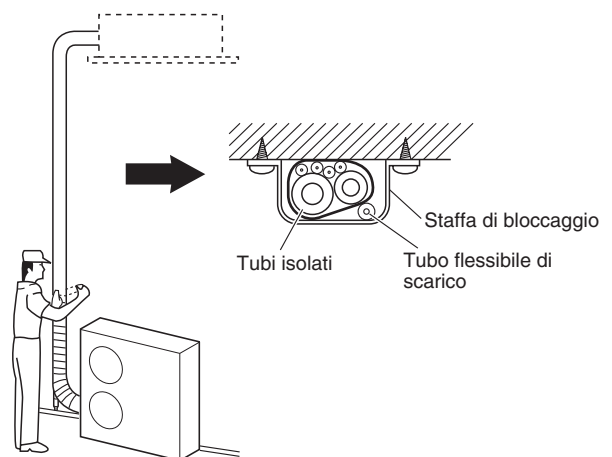

Fig. 5-9
- (1) In questa fase i tubi del refrigerante (e i cavi elettrici, se consentito dalle normative locali) devono essere nastrati con del nastro di rinforzo formando un solo fascio. Per prevenire la formazione di condensa dovuta al trabocco della coppa di scolo, tenere separati il tubo di scarico e quello del refrigerante.
- (2) Avvolgere il nastro di rinforzo dal fondo dell'unità esterna sino al punto la tubazione entra nella parete. Durante l'avvolgimento del fascio di tubi, sovrapporre metà dell'altezza del nastro alla spirale immediatamente precedente.
- (3) Fissare il fascio dei tubi alla parete usando una fascetta ogni metro circa. (Fig. 5-9)